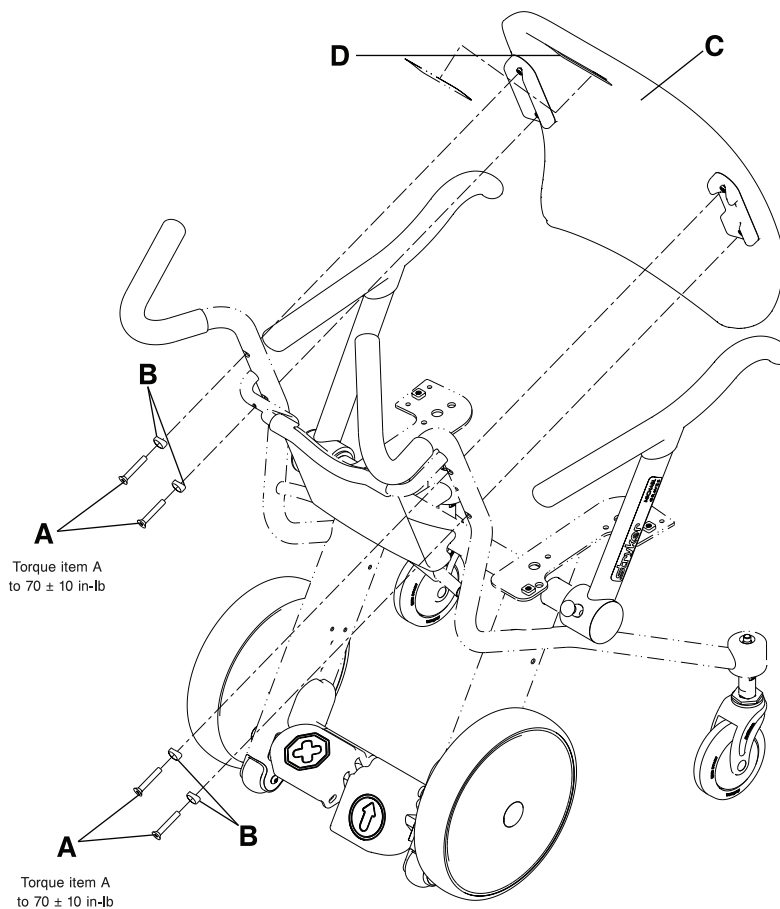

Figura 5-21: Substituição das costas do assento
2. Com uma chave sextavada de 3/16", retire os quatro parafusos de cabeça plana (A) e os adaptadores (B) para retirar as costas do assento (C) da estrutura da cadeira. Elimine os parafusos, os adaptadores e as costas do assento (Figura 5-21 na página 5-39).
3. Com uma chave sextavada de 3/16", instale os quatro parafusos de cabeça plana (A) fornecidos e os adaptadores (B) para fixar as costas do assento (C) fornecidas à estrutura da cadeira (Figura 5-21 na página 5-39). Com uma chave dinamométrica de 3/8", rode os parafusos até  $70 \pm 10$  in-lb ( $8 \pm 1,1$  Nm).
4. Aplique o rótulo da Stryker (D) fornecido na cor adequada.